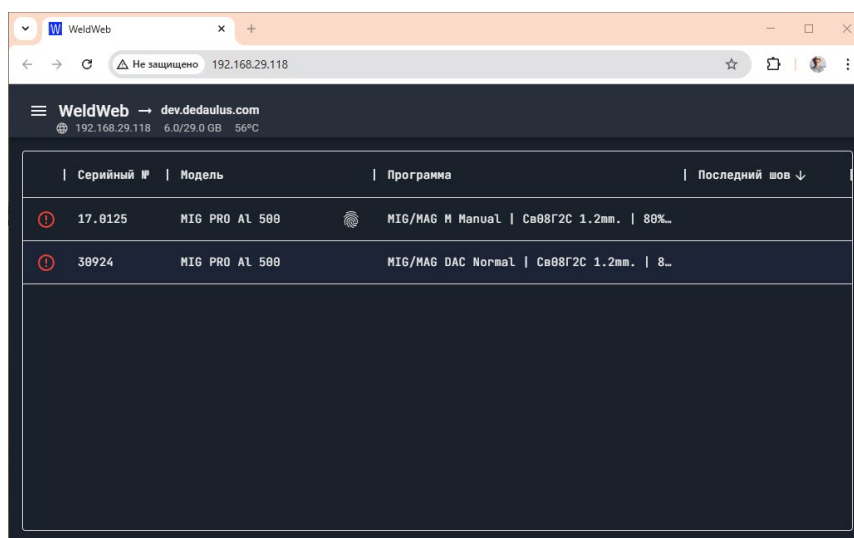

Рис. 16 — Страница параметров Сборщика данных
- **IP** — текущий IP-адрес Сборщика данных в сети. Нажатие на номер открывает новую станцию с параметрами Сборщика данных (Рис. 16), если он подключён к сети.